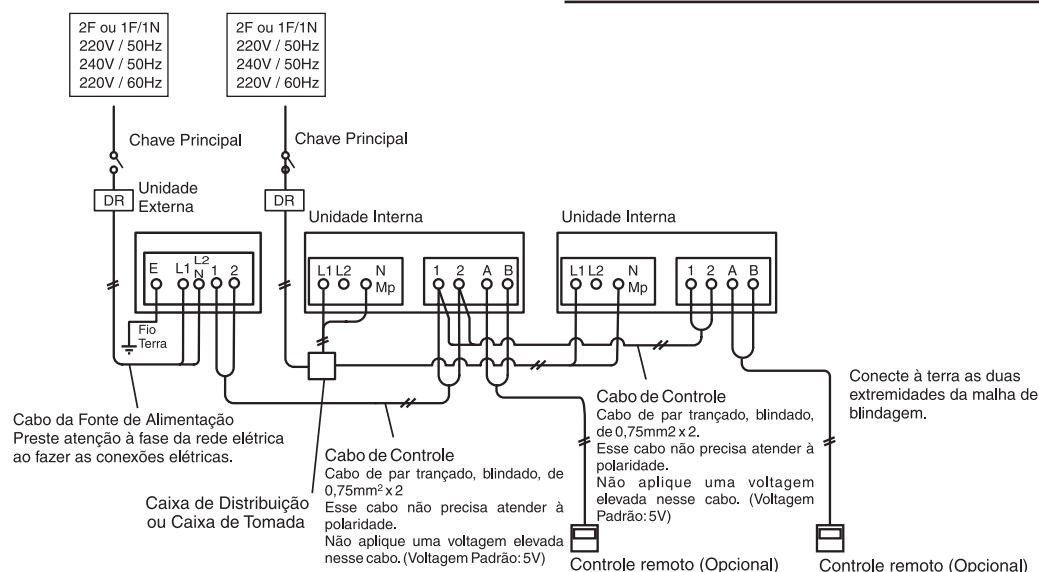

Fig. 7.2 Ligação Elétrica das Unidades Internas com a Unidade Externa
- (1) Ligue os fios da fonte de energia elétrica a L1 e L2 (trifásico, três fios) ou L1 e N (trifásico, 4 fios) à rede elétrica monofásica 1f 220-240/220V, 50/60 Hz no quadro de conexões, e os fios-terra aos terminais na caixa de controle elétrico, como é mostrado na Fig. 7.2.